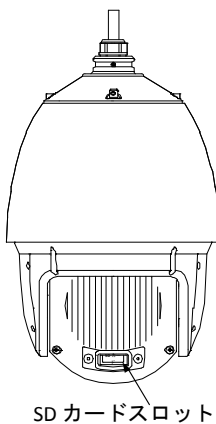

図 2-18 SD カードスロット
2. 図 2-18 のとおり、スピードドームの背面のカバーを取り外します。SD カードを SD カードスロットに挿入し、カバーを取り付け直します。